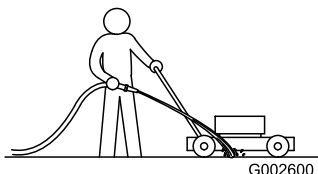

Рисунок 20
5. При работающем двигателе и подключенном ноже разбрызгайте воду перед правым задним колесом (Рисунок 20).